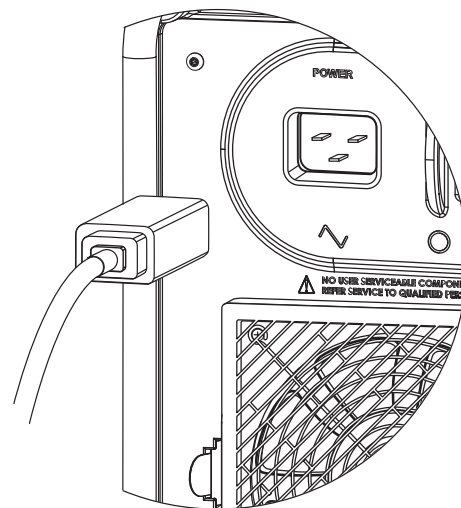

図 6 — 電源コードの接続
2. M200 パワー・サプライの左側にある電源スイッチが OFF (O) 位置に入っていることを確認します。
3. 装置の側面にある電源接続部に電源コードを接続します (図 6)。コネクタを時計回りに 1/4 回転まわして固定します。